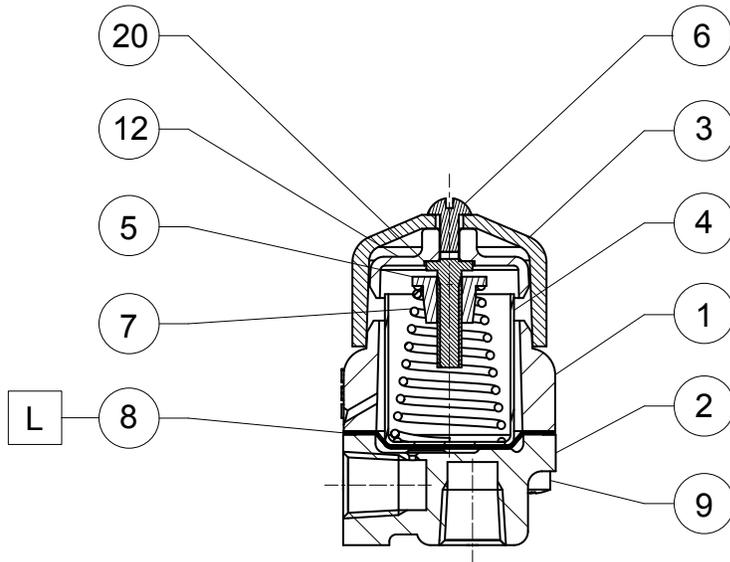

图4. 指示器装配图
7. 请参见图4。要调整指示器，需拆除螺钉（标号6）及透镜（标号3）。用一把小的一字螺丝刀顺时针转动调节螺钉来增加压力，或者逆时针转动来降低压力。当压力超出新预留设定值约0.21 bar / 3 psi时，指示器应显示为红色。当压力超出新预留设定值约0.45 bar / 6.5 psi时，指示器应显示为银色。